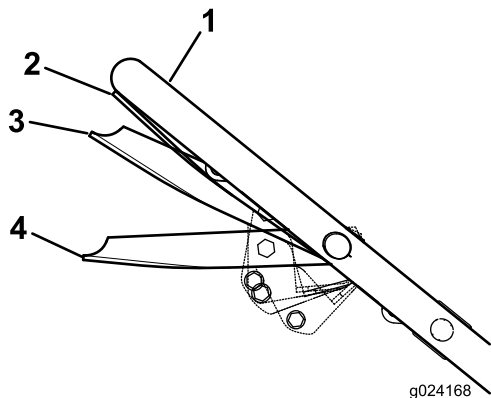

Figure 18
- Maintenez la barre de commande de la lame à la position Marche/changement à environ 2,5 cm (1 po) sous le guidon (Figure 18).